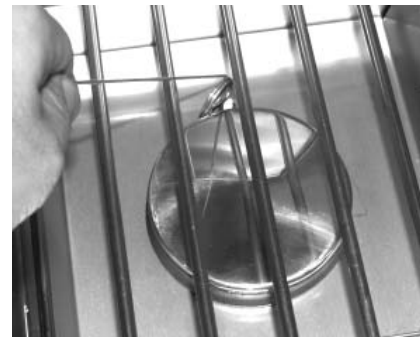

Fig. 18-2 - Éclairage manuel
2. Insérez un allumeur brûlant de butane de long-baril, une allumette brûlante de long-tige, ou une allumette brûlante tenue par un support de prolongation de fil par la grille à cuire s'ouvrant au brûleur (fig. 18-2). Tenez la flamme contre le bord du brûleur.
4. Si le brûleur ne se allume pas dans les cinq (5) secondes de tourner le bouton de commande, enfoncez immédiatement le bouton et tournez la valve à **AU LOIN**. **ATTENDEZ CINQ (5) MINUTES** avant de répéter les étapes 2 à 4 des instructions manuelles d'éclairage.